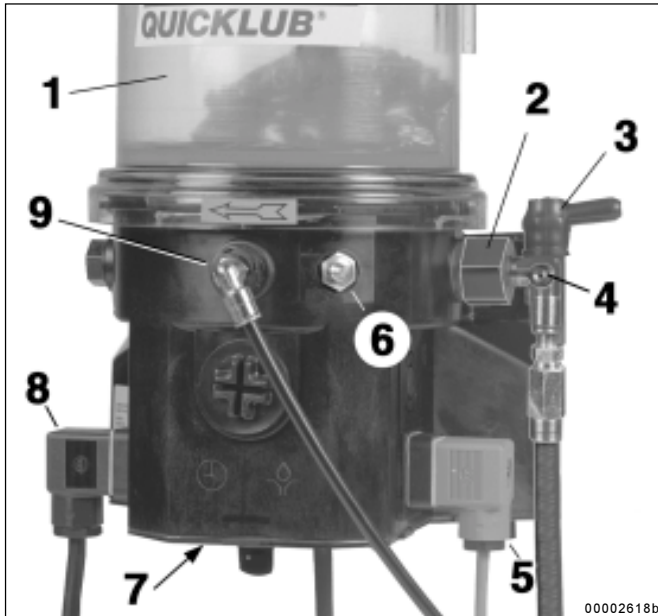

Abb. 2: - Basis - Teile der Pumpe
- kann der potentialfreie Kontakt (Würfelstecker 5, Abb. 2) benutzt werden (ohne Folgeplatte) um das Blinken einer Kontrolllampe auszulösen, siehe auch unter Abschnitt Leermeldung